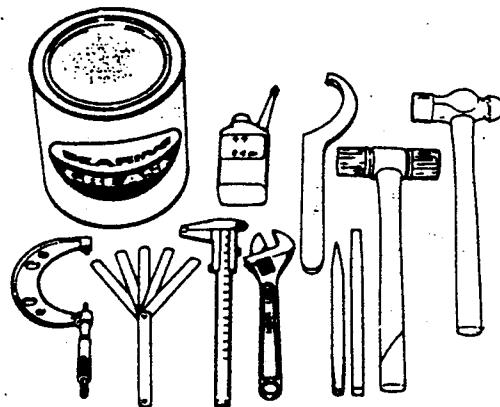

図1
- (1) 取付工具、測定工具、油砥石、潤滑剤、ウエスなどを用意し、これらの工具類は事前にごみ、付着物などを拭き取つておく(図1)。